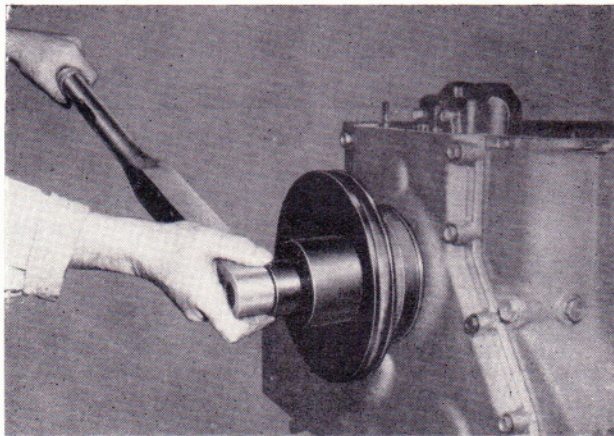

Bild 48
- Andrehklaue mit genormtem Einsatz SW 60 abschrauben (Bild 48).